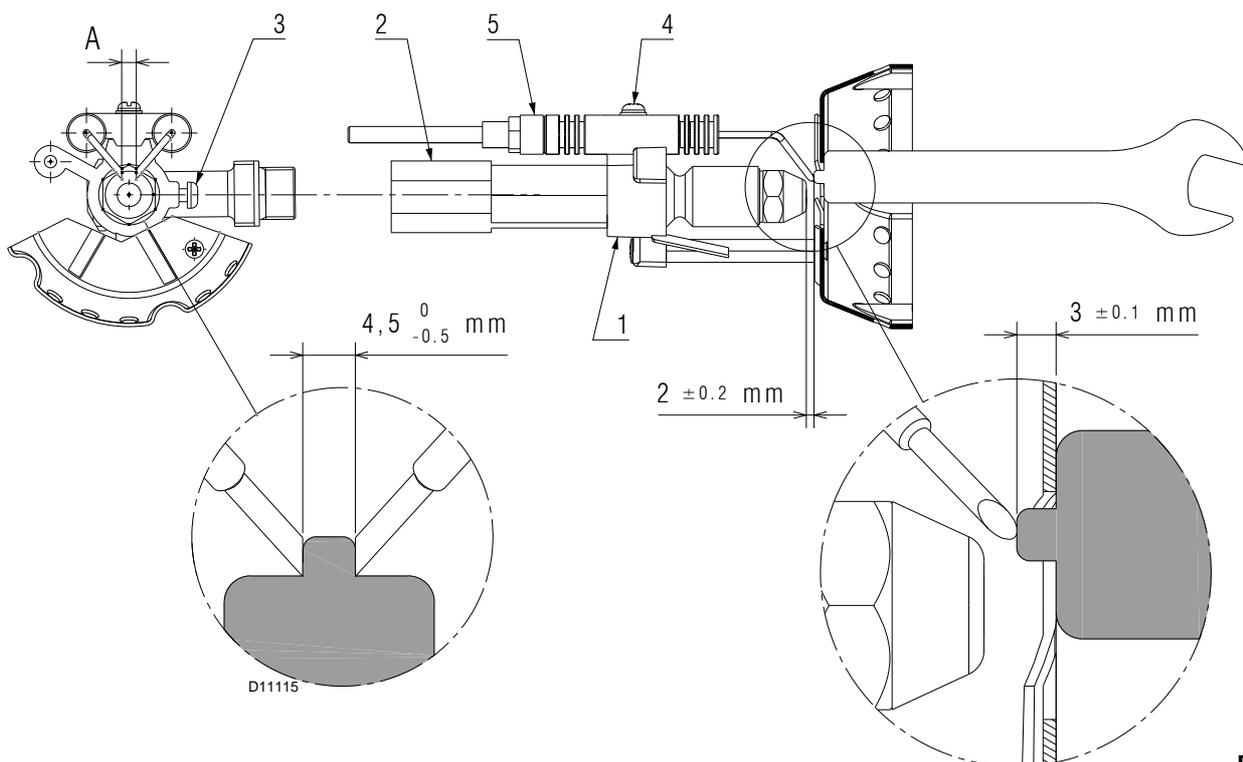

Fig. 16
- Pour les réglages éventuels, desserrer la vis 4) et déplacer les électrodes 5) comme indiqué sur la Fig. 16.